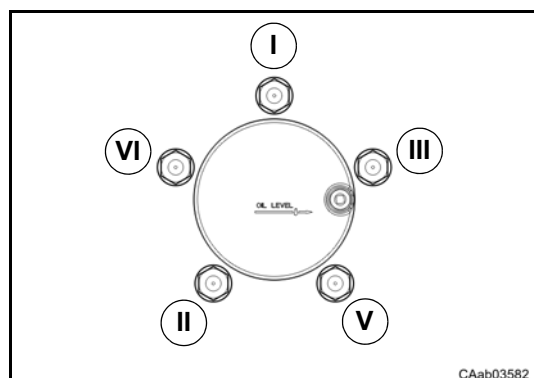

Fig. 15
- Serrare con percorso incrociato (Fig. 15, 16 e 17) i dadi ruota al **50%** della coppia di serraggio prevista con avvitatore o a mano con chiave a bussola.
- Con una chiave dinamometrica serrare i dadi ruota alla coppia di serraggio prevista (vedi manuale del veicolo) con percorso incrociato (Fig. 15, 16 e 17).
- Tighten to cross path (Fig. 15, 16 and 17) the wheel nuts to **50%** of the requested torque with a screwdriver or by hand with a socket wrench.
- Using a torque wrench tighten the wheel nuts (see vehicle service manual) to the requested torque with cross path (Fig. 15, 16 and 17).